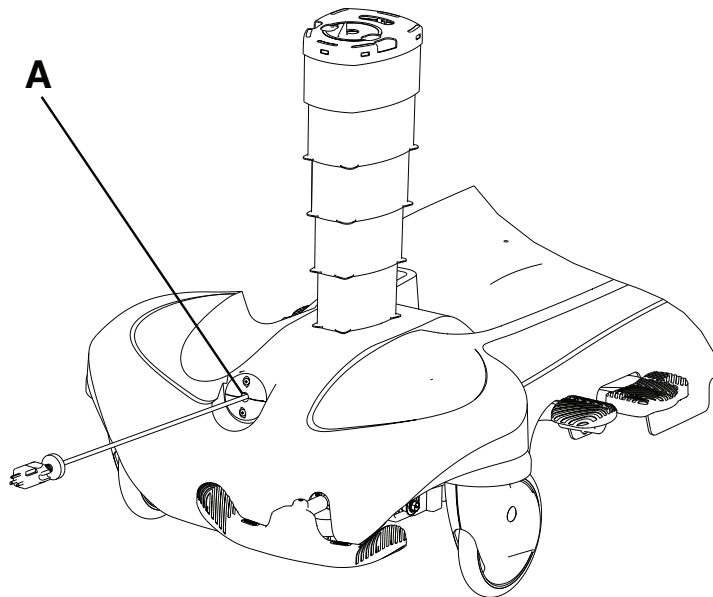

Figure 18 – Enrouleur de cordon rétractable
Pour étendre le cordon d'alimentation, sortir le cordon de l'enrouleur de cordon rétractable (A) à la longueur désirée en tirant dessus (Figure 18).